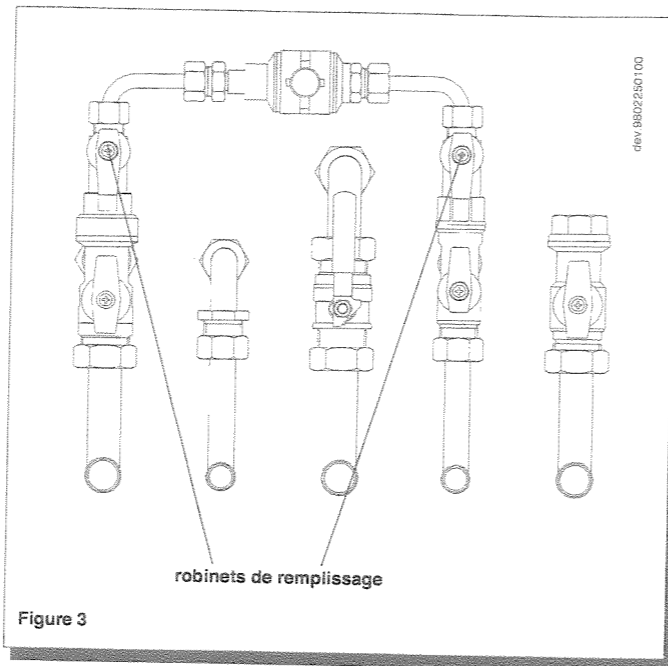

Figure 3
**Important:** Vérifiez périodiquement que la pression lue sur le manomètre (12) lorsque l'installation est froide soit de 0,5 - 1 bar. En cas de surpression, manœuvrez le robinet de vidange de la chaudière (photo 1). Si la pression est inférieure, manœuvrez simultanément les robinets de remplissage de la chaudière (figure 3).